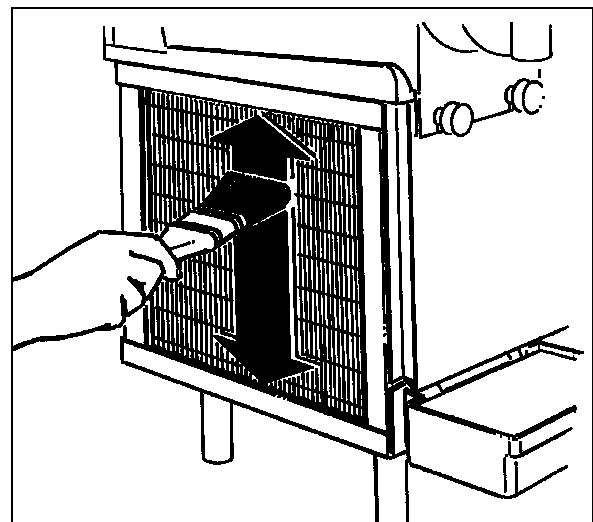

Fig. 22
- Nettoyer les ailettes du condensateur en éliminant la poussière de ce dernier avec de l'eau ou un aspirateur (voir fig.22).